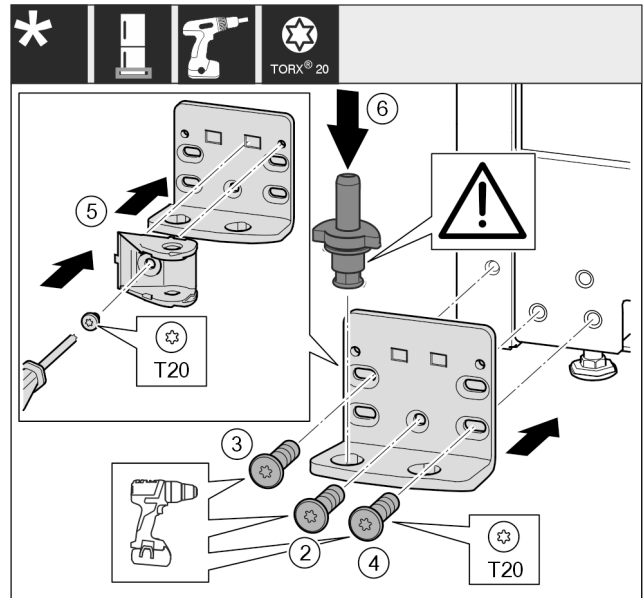

Fig. 47 *
- ▶ Helyezze fel a csapágybakot a másik oldalra, és csavarozza fel csavarhúzóval. Kezdje alul a középső csavarral Fig. 47 (2).*
- ▶ Húzza meg a csavart Fig. 47 (3) és a csavart Fig. 47 (4).*
- ▶ Fordítsa el 180°-kal a záráscsillapító egységet Fig. 47 (5). Csavarozza fel a csapágybak másik oldalára csavarhúzóval.*
- ▶ Helyezze be teljesen a csapszeget Fig. 47 (6). Ügyeljen közben arra, hogy a reteszelő bütyök hátrafelé mutasson.*